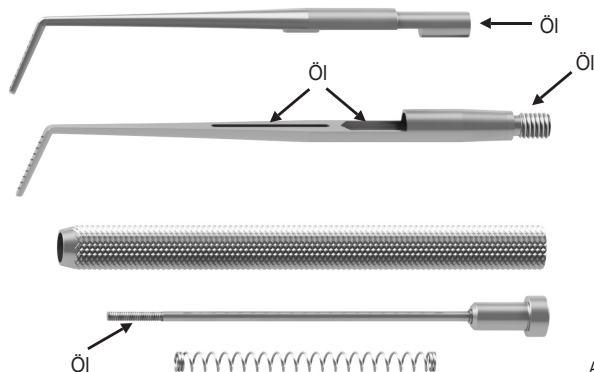

Abb. 5
- Bringen Sie das Instrumentenöl punktuell auf die zu öhlende Flächen auf (Abb. 5).